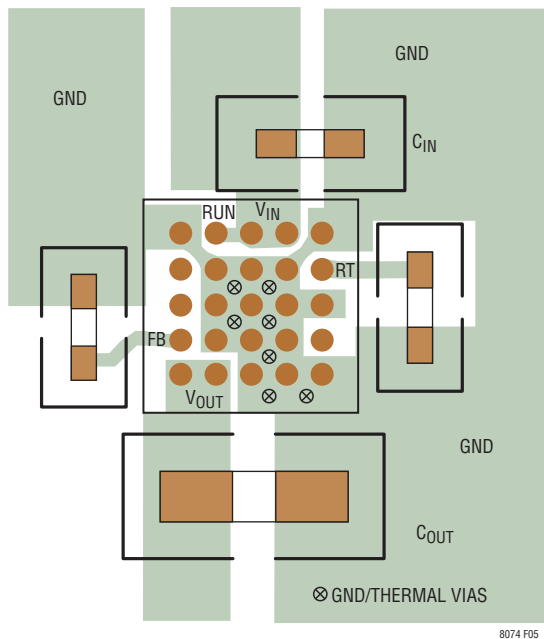

図5. 外付け部品、GNDプレーン、およびサーマル・ビアの推奨レイアウト図
PCBレイアウトに関連する問題の多くは、LTM8074の高度の集積化によって軽減または解消されました。LTM8074はスイッチング電源であるとは言え、EMIが最小になり、確実に正常動作するように配慮する必要があります。デバイスが高いレベルで集積化されていても、レイアウトが不適切な場合、所定の動作が得られないことがあります。推奨レイアウトについては、図5を参照してください。接地と放熱が必ず許容範囲になるようにします。
6. ビアを使って、GND銅箔領域を基板の内部グラウンド・プレーンに接続します。これらのGNDビアを多く配置することで、プリント回路基板の内層への良好なグラウンド接続と熱経路の両方を確保します。図5のサーマル・ビアの位置と密度に注目してください。LTM8074は、図示の位置で内部GNDプレーンに接続したビアによって効果的に放熱されます(これらのビアは内部の電力処理部品の近くにあるためです)。サーマル・ビアの最適な数は、プリント回路基板の設計で決まります。例えば、非常に小さなビア・ホールを使う基板の場合、大きなビア・ホールを使う基板より多くのサーマル・ビアを使用する必要があります。